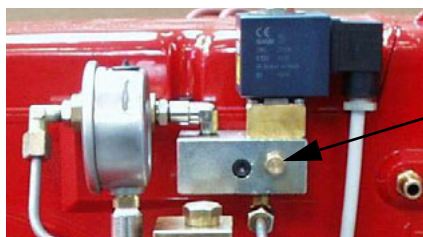
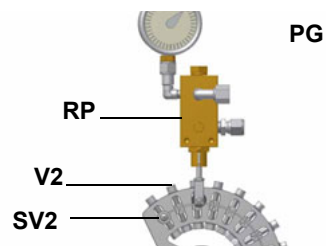

Рис. 27
Рис. 28
- 5 Давление питания форсунки уже отрегулировано заранее на заводе-изготовителе и не должно изменяться. Только в случае необходимости, отрегулировать давление питания (см. соответствующий параграф) следующим образом: установить манометр в положение, указанное на Рис. 27, воздействовать на регулировочный винт VR насоса (см. Рис. 28) до получения на форсунке давления в 20бар (форсунки Moparch или форсунки Vergonzo - см. на стр.33-34);
- 6 для получения максимального расхода дизельного топлива регулировать давление (считывая значения на манометре PG), не изменяя при этом, уже отрегулированный, во время настройки работы на газе, расход воздуха (см. предыдущий параграф): все время проверяя параметры продуктов сгорания, воздействовать на винт варьируемого сектора, соответствующий жидкому топливу SV2 (см. Рис. 28), но по достижении положения большого пламени.